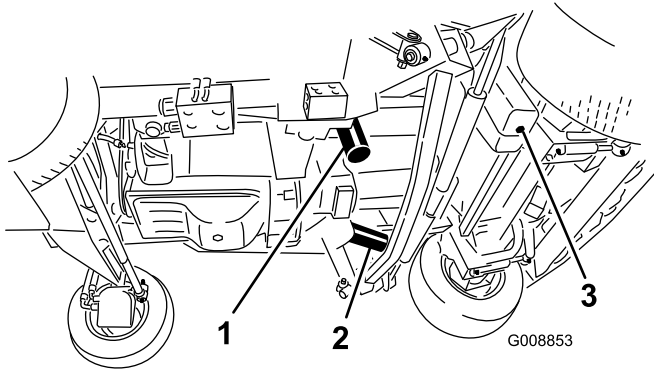

Bild 89
3. Nehmen Sie die Ablassschraube unten am Behälter ab und lassen Sie die Hydraulikflüssigkeit in die Auffangwanne ablaufen (Bild 89). Schrauben Sie die Ablassschraube wieder fest ein, wenn keine Flüssigkeit mehr austritt.
5. Stellen Sie eine Auffangwanne unter den Filter und entfernen den Filter (Bild 89).